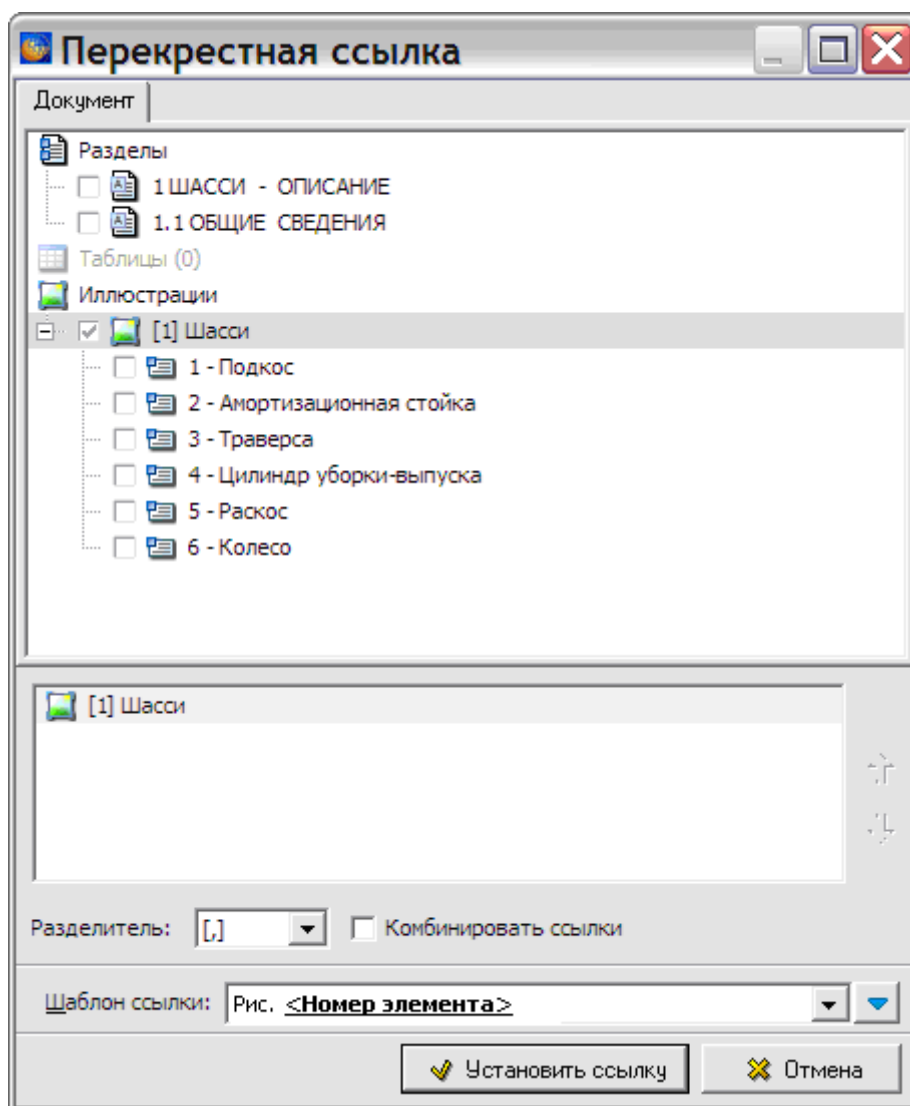

Рис. 3.203
4. В окне **Перекрестная ссылка** выделите ту часть документа, на которую устанавливается ссылка – название иллюстрации «Шасси». После этого станут доступны поля для ввода параметров в нижней части окна (Рис. 3.203).